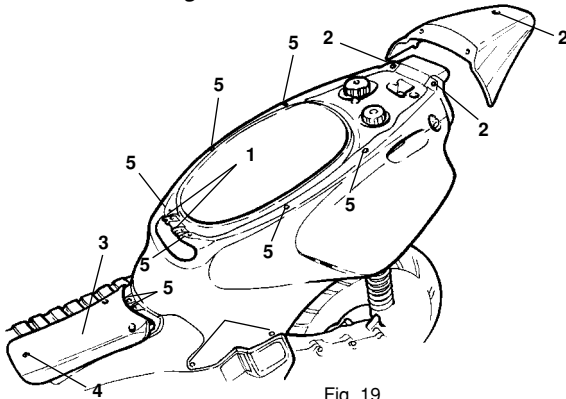
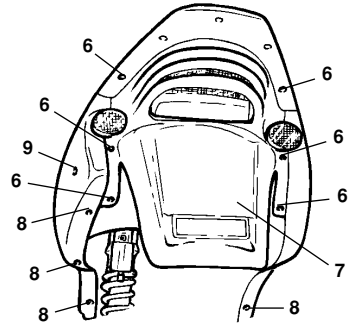

Fig. 19
Fig. 20
- Die Sitzbank hochklappen, die Schrauben (1) lösen und die Sitzbank ausbauen.
- Die Schraube (4) lösen und die Abdeckung des Batterieraumes (3) ausbauen.
- Die Schrauben (5 - Fig. 19) an den Seitenteilen lösen.
- Die Schrauben (2) abschrauben und das Heckteil abmontieren.
- Die Schrauben (6) abschrauben und den hinteren Kotflügel (7) entfernen (auf diese Weise können der Kotflügel und das Heckteil zusammen abmontiert werden).
- Die unteren Schrauben (8 - Fig. 20) auf beiden Fahrzeugseiten entfernen.
- Die Seitenteile (9) herausziehen.